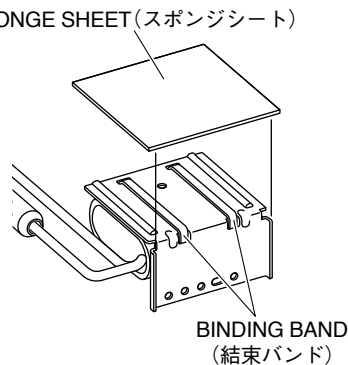

Fig. 12 (図 12)
- 10-1. Detach the sponge sheet. (Fig. 12)
- 10-2. Cut the binding band (at 2 locations). (Fig. 12)
- 11-5. Attach the sponge sheet. (Fig. 12)
- 10-1. スポンジシートを剥がします。(図 12)
- 10-2. 結束バンドをカットします。(2箇所) (図 12)
- 11-5. スポンジシートを貼り付けます。(図 12)